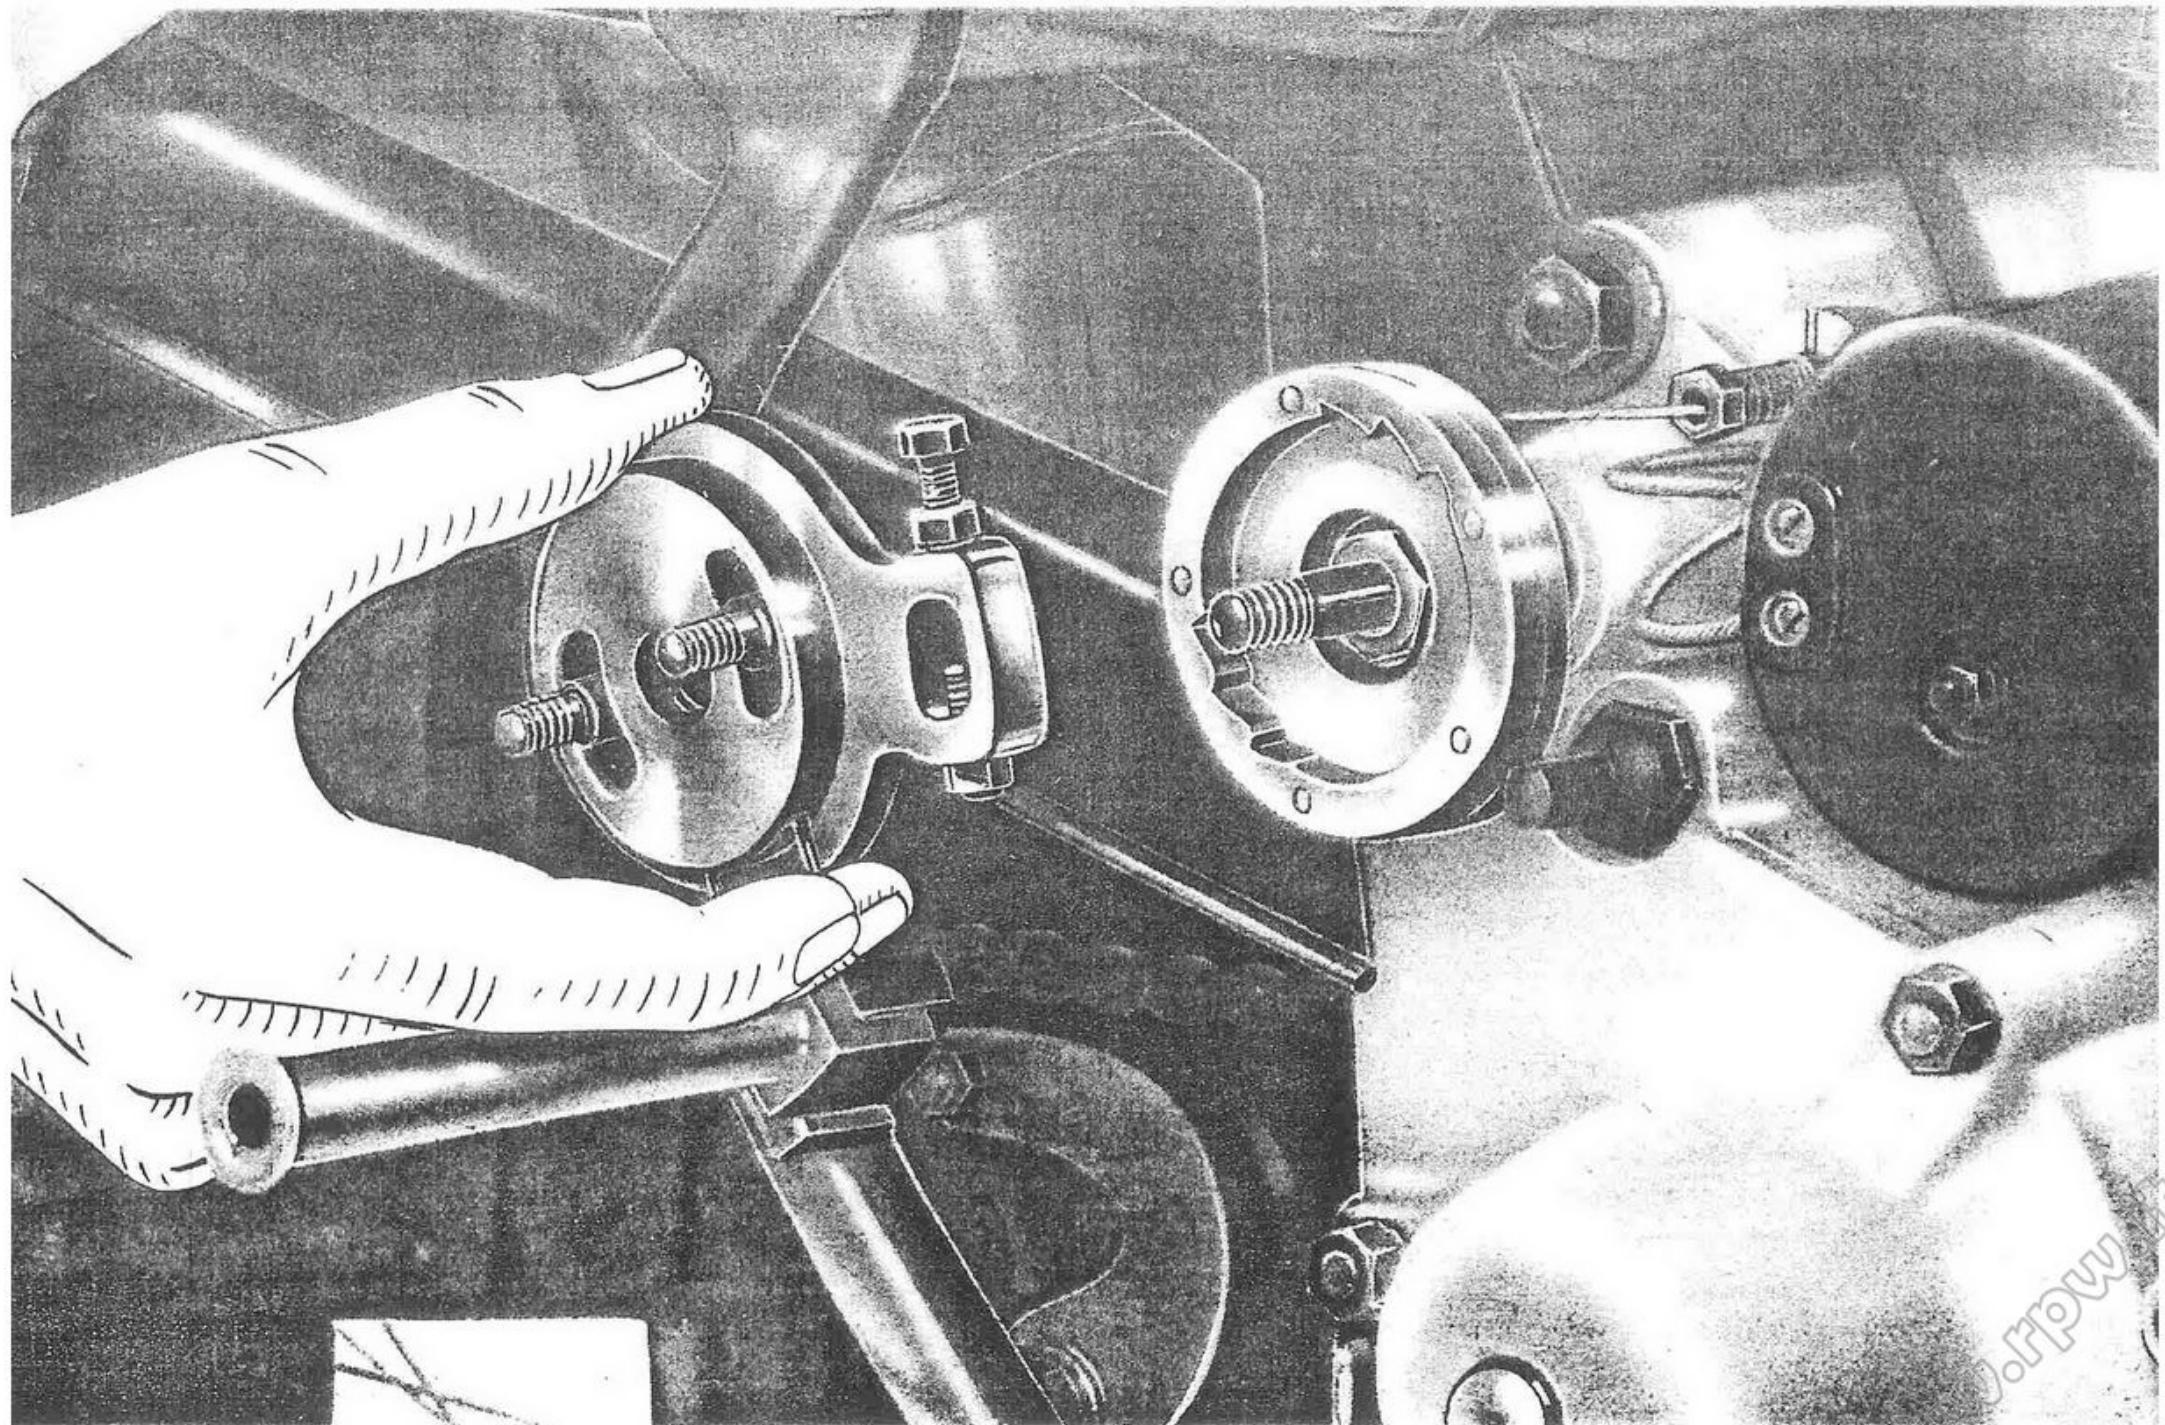

Fig. 6 - Come si smonta il selettore per comando marce
- il selettori dell'albero comando cambio (vedere fig. 6);